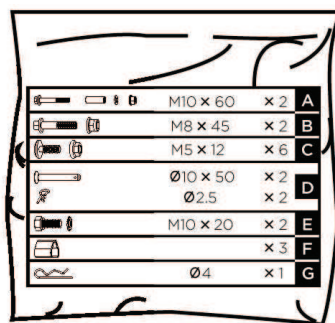

рис. 3
14. Комплект крепежа (рис. 3);